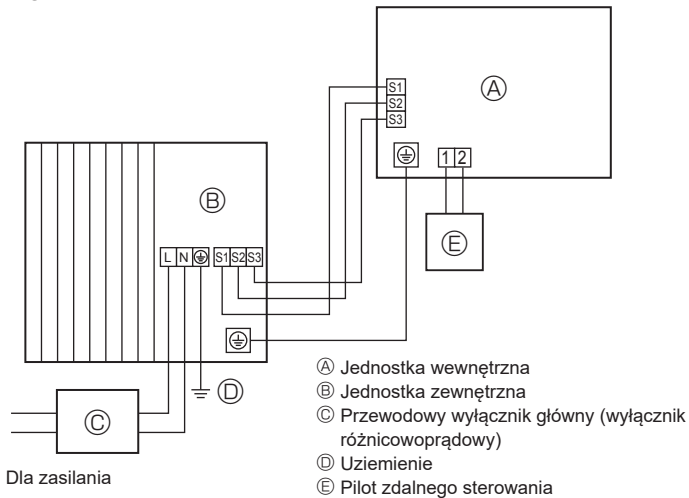
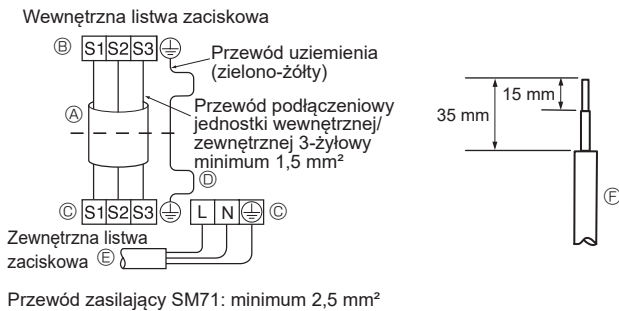
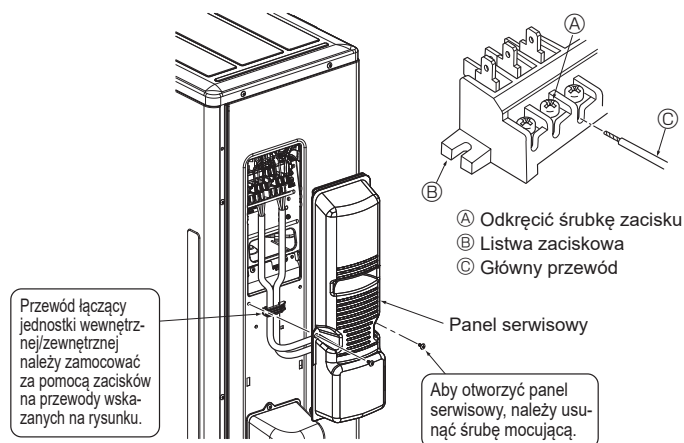

Fig. 6-1
Fig. 6-2
Fig. 6-3
### 6.1. Jednostka zewnętrzna (Fig. 6-1, Fig. 6-2, Fig. 6-3)
- ① Usunąć panel serwisowy.
- ② Podłączyć przewody zgodnie z Fig. 6-1, Fig. 6-2 i Fig. 6-3.
- Przewody należy poprowadzić zgodnie ze schematem po lewej stronie poniżej (przewód zakupić we własnym zakresie) (Fig. 6-2). Należy stosować tylko przewody o odpowiedniej biegunowości.